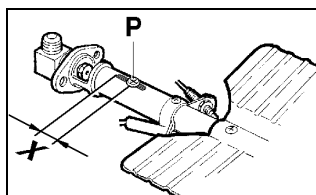

Fig. 14
- 2) Dévisser la vis **P** et régler la position **X** du cône venturi (**Fig.14**) conformément aux indications du **tableau n°4**.